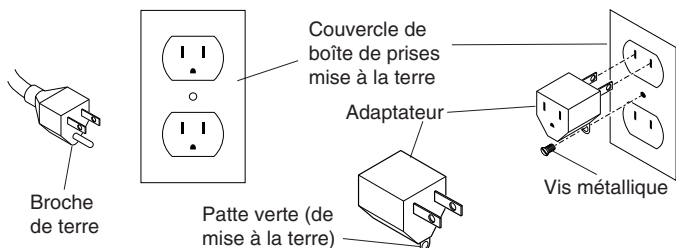

Figure 1
4. S'assurer que l'outil est mis à la terre lors de son utilisation afin de se protéger contre le risque de choc électrique. Cet outil est muni d'un cordon trifilaire et d'une fiche à trois broches, terre comprise. Ne brancher cet outil que dans une prise double avec terre. Le fil vert (ou vert et jaune) du cordon est le fil de terre. Ne jamais connecter le fil de terre à une borne sous tension. Si l'on a affaire à une prise à deux trous sans terre, utiliser un adaptateur (voir la figure 1). Rattacher la patte verte (qui dépasse de l'adaptateur) à une terre permanente. La patte peut être fixée à l'aide d'une vis métallique à une boîte à prises avec mise à la terre conforme (voir la figure 1).